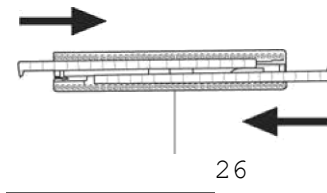

Fig. 10
Per il montaggio del telo setolato per moquette e tappeti (26), inserire nelle apposite guide le spazzole rigide con le lingue rivolte all'interno (Fig. 10).